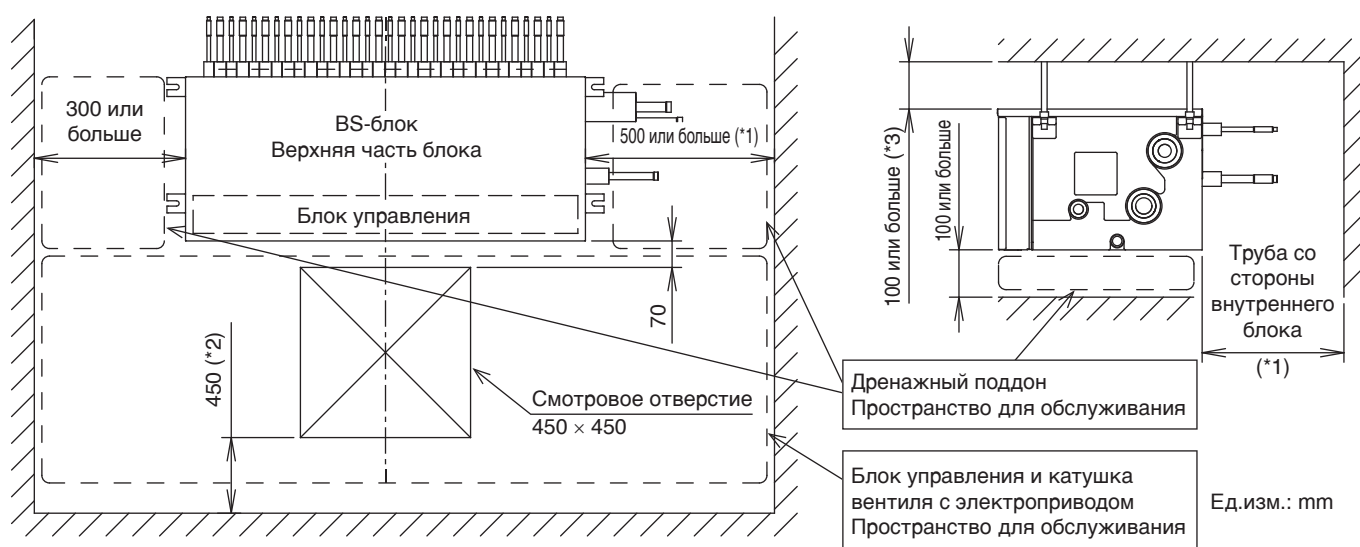

Рис. 1
- Необходимо достаточное пространство для выполнения монтажа и обслуживания (См. Рис. 1).